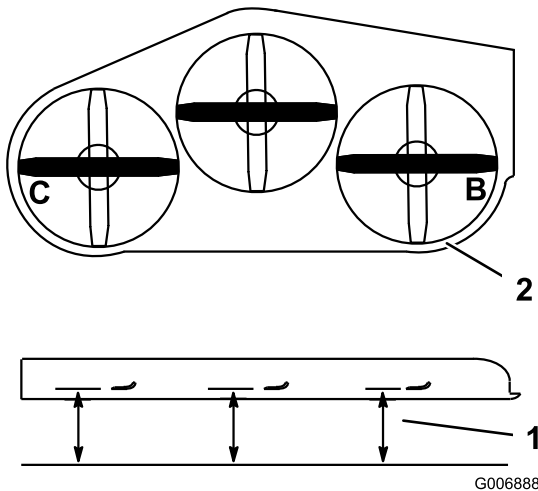

Figura 83
1. Posicione a lâmina **direita** na horizontal (Figura 83).
2. Meça a lâmina direita no local **B**, de uma superfície nivelada à extremidade de corte da ponta da lâmina (Figura 83).
4. Posicione a lâmina esquerda na horizontal (Figura 83).
5. Meça a lâmina esquerda no local **C** (Figura 83), de uma superfície nivelada à extremidade de corte da ponta da lâmina.